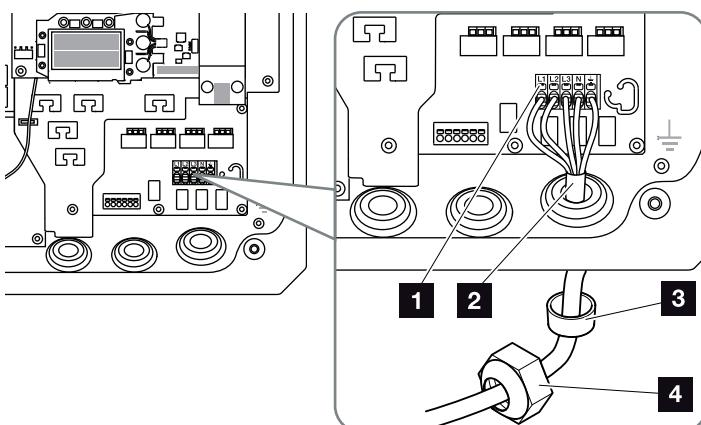

Fig. 31: Tilslutning af nettitledningen ved vekselstrømsomformeren
7. Tilslut nettitledningens årer til AC-klemmen iht. påskriften. **!** **Fig. 31, pos. 1**